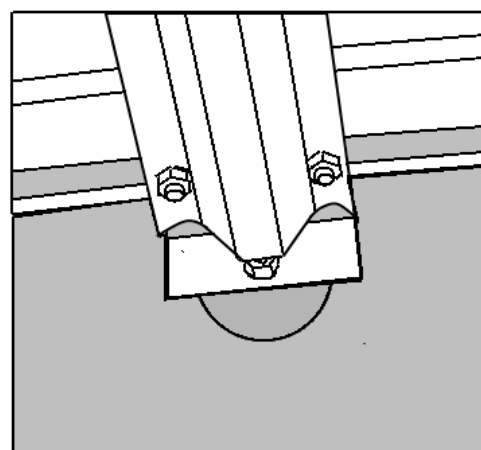

Рис.11 Установка стрингера к торцевой части
3.12.1. Возьмите собранный торец (пункт 3.11.6.) и положите его на ровный участок покрытием вниз. В местах крепления кронштейнов №17 с винтов скрутите гайки и установите стрингеры № 4, закрутив гайки обратно (см. Рис. 11).